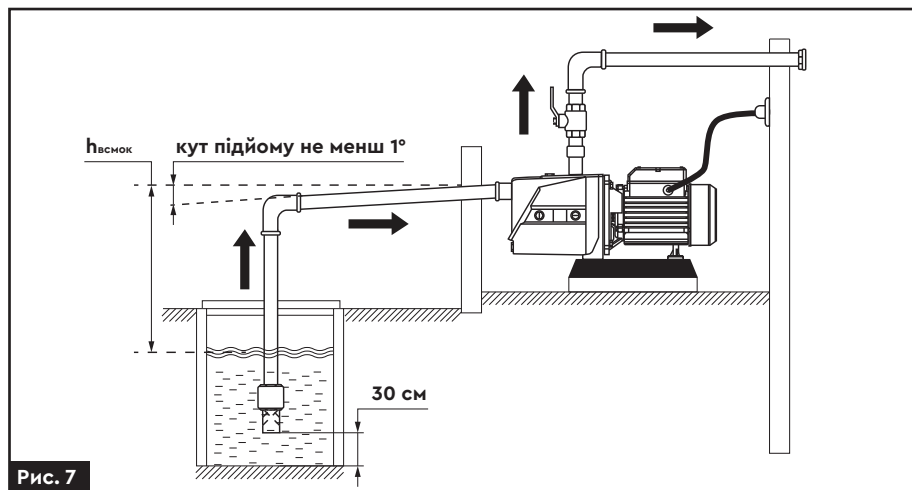

Рис. 7
- › Для запобігання потрапляння піску і каміння в насосну частину, встановіть зворотний клапан з фільтром грубого очищення, вертикально на відстані 30 см від дна водного резервуару (рис. 7).
- › Необхідно забезпечити безперервний кут підйому труби від джерела водозабору до насоса (не менше 1°) для виключення скупчення повітря та утворення повітряних пробок (рис. 7).